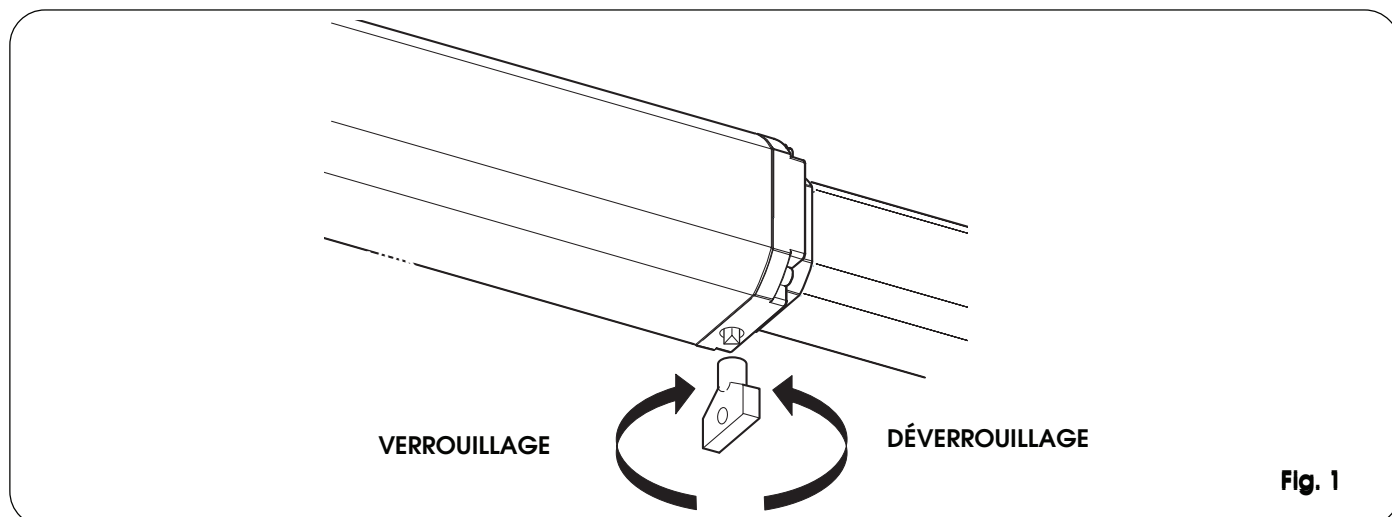

Fig. 1
- Introduire la clé triangulaire spéciale dans la vis de déverrouillage positionnée dans la partie inférieure de la bride (Fig.1).
- pour bloquer de nouveau l'opérateur, tourner, en sens horaire, la clé de déverrouillage jusqu'à l'arrêt (Fig. 1).